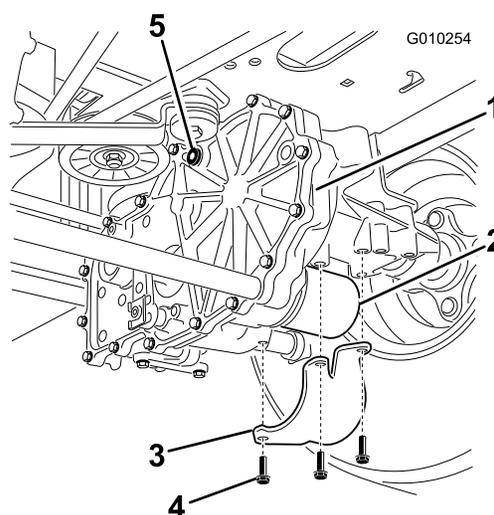

Figure 58
2. Localisez le filtre et les protections sur chaque transmission de boîte-pont et retirez les 3 vis de fixation de la protection de filtre (Figure 58).